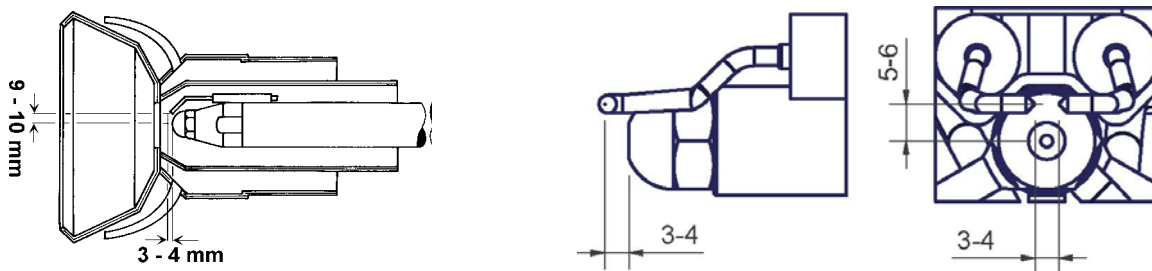

Рис. 38
- Проверить запальные электроды, почистить, при необходимости отрегулировать или заменить. (Рис. 38);